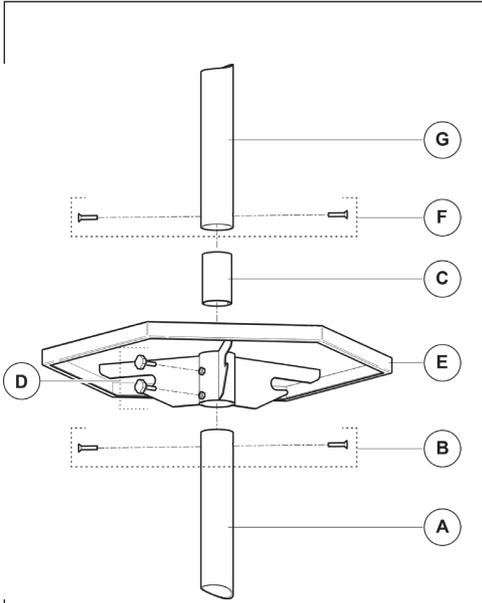

Fig. 1
1. Inserir a mesinha (E) no tubo (A). Em seguida, montar os dois tubos (A) e (G), por meio do acoplamento (C) e de parafusos (B) e (F). Finalmente, trazem a mesinha até a junção dos dois tubos e apertar os botão com parafuso (D) (fig. 1).